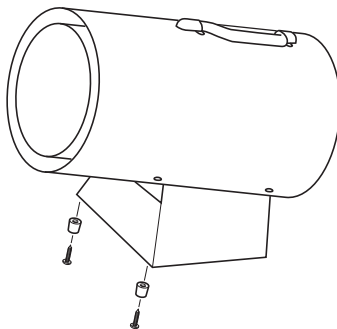

Figure 5 - Fixation de base Pieds Modèle PCFA40
2. Fixez le bas de base, comme le montre la Figure 5.
6. **40 000 BTU/h Modèles** Enfoncez le bouton du robinet de contrôle automatique et maintenez-le dans cette position (voir figure 5). Appuyez et relâchez le bouton d'allumage piézo-électrique (voir figure 5). Continuez d'appuyer sur le bouton d'allumage piézo-électrique jusqu'à ce que le brûleur s'allume. Une fois que le brûleur est allumé, maintenez le bouton du robinet de contrôle automatique enfoncé pendant 30 secondes, puis relâchez-le. Ceci met en marche le système de contrôle automatique.